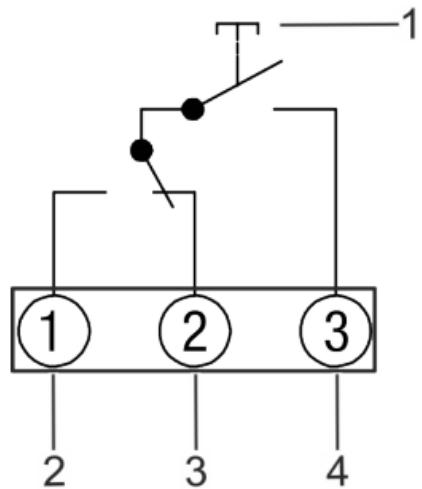

Abb. 4: Anschlussplan
5. Die Anschlussleitungen anhand des Anschlussplans (Abb. 4) in die entsprechende Klemme einführen und festdrehen.
6. Die Anschlussleitungen anhand des Anschlussplans (Abb. 4) in die entsprechende Klemme einführen und festdrehen.